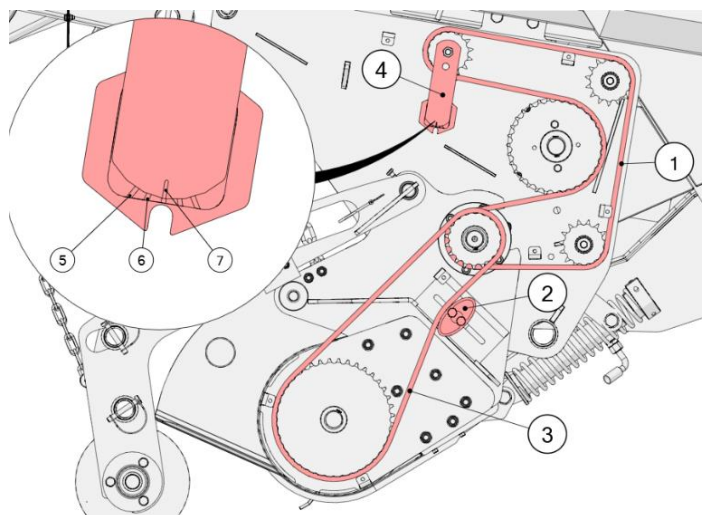

Рисунок 14. Натяжение цепи подборщика
- Для натяжения цепи подборщика (3) ослабьте винты натяжного устройства (2) и сдвиньте вверх так, чтобы цепь была натянута (Рис. 14);
- Приводная цепь (1) натягивается автоматическим натяжителем (4). Прочитайте значение на индикаторе (7), как показано на рисунке 14. Индикатор должен находиться между отметками 5 и 6. Если индикатор находится за пределами этого диапазона: